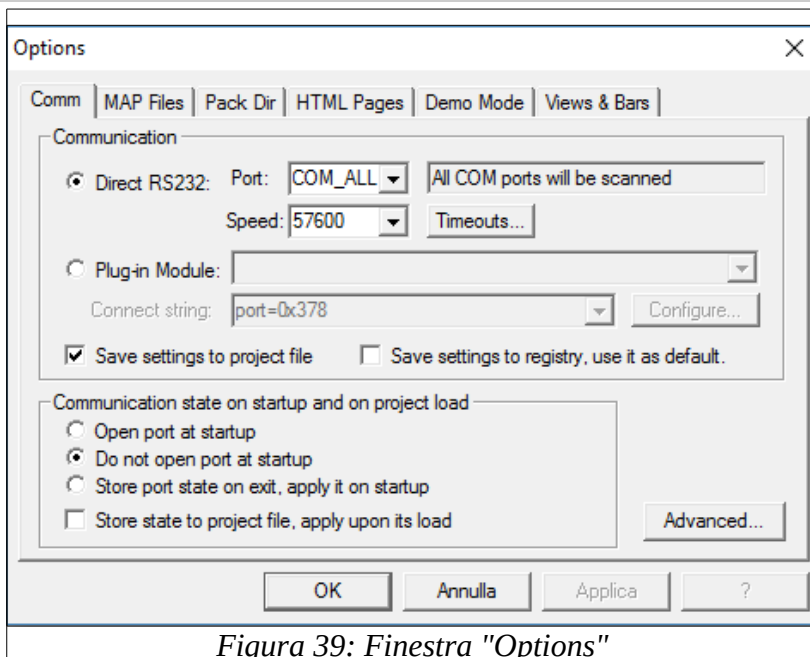

Figura 39: Finestra "Options"
- Impostare i valori come nella Figura 39.